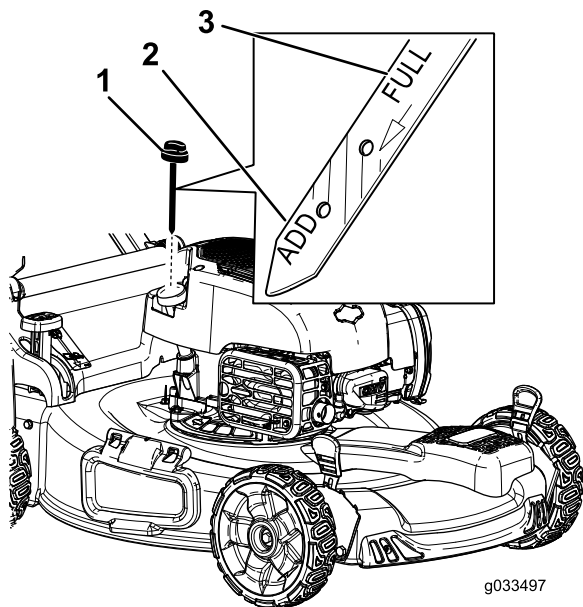

Figura 14
2. Togliete l'asta di livello (Figura 14).
5. Rimuovete l'asta di livello e controllate il livello dell'olio sulla stessa; vedere Figura 14.